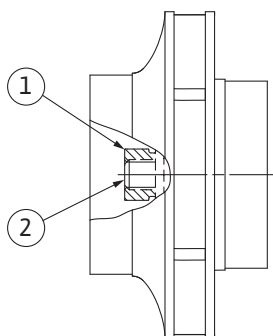

Fig. 107: Correcte positie van de waaiermoer na de installatie
8. Houd de as vast met een steeksleutel (sleutelwijdte 22 mm) en draai de waaiermoer met het voorgeschreven aandraaimoment vast (zie de tabel „Aandraaimomenten” [► 30]). De moer (Fig. 107, pos. 1) moet ongeveer $\pm 0,5$ mm gelijk liggen met het uiteinde van de as (Fig. 107, pos. 2). Als dit niet het geval is, draai de moer dan los en herhaal de stappen 4 – 8.
9. Verwijder de steeksleutel en monteer het beschermplaatje (Fig. I, pos. 27) weer.